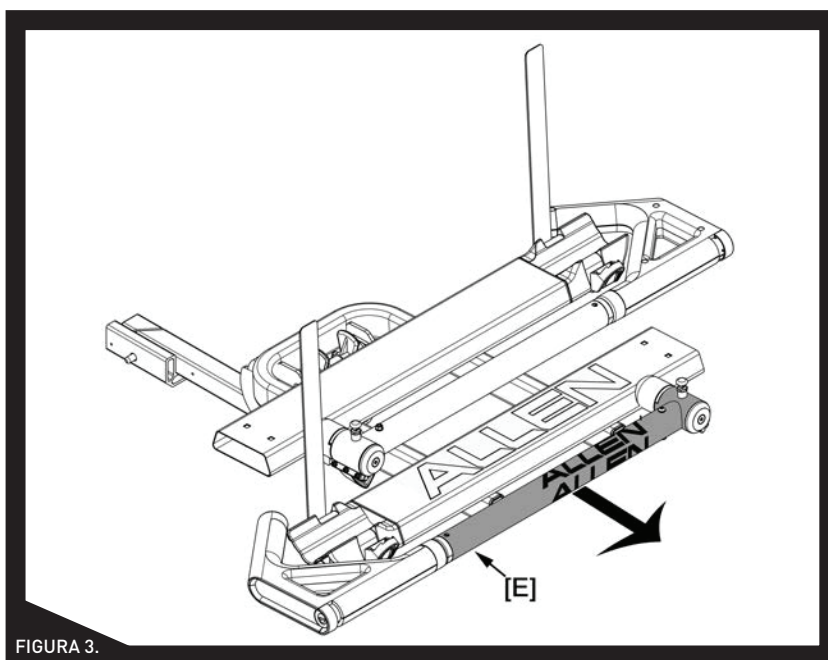

FIGURA 3.
**¡IMPORTANTE!** Como se muestra en la Figura 3, el soporte para bicicletas debe instalarse con el brazo de sujeción [E] hacia el extremo abierto del soporte en U